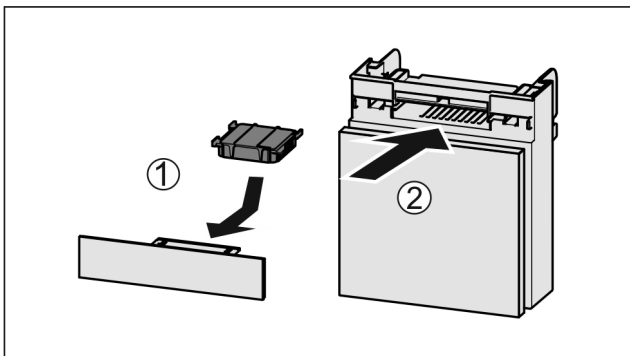

Fig. 127
- ▶ Sett inn Fig. 127 (1) aktivkullfilteret etter figuren.
- ▶ Skyv inn Fig. 127 (2) hyllen.